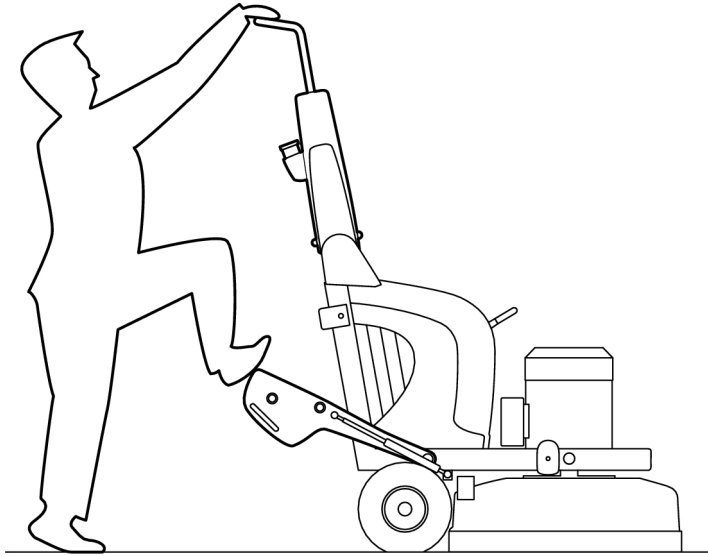

Figura 4-9. Piede sul peso
2. Ripiegare i pesi all'indietro e appoggiare un piede contro uno di essi, vedere Figura 4-9, pagina 23.